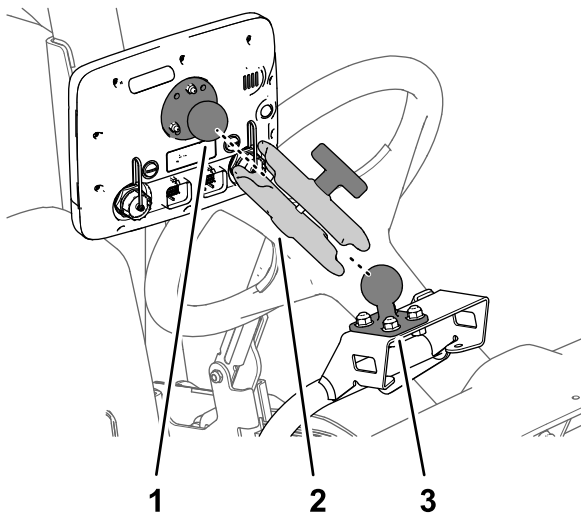

図 167
- オペレータが着席した状態でモニターを見ることができるようモニターの角度を調整し、モニターアームのノブを手締めする 図 167。
3. モニターのボールフィッティングと車体のボールマウントを、モニターアームにセットする 図 167。